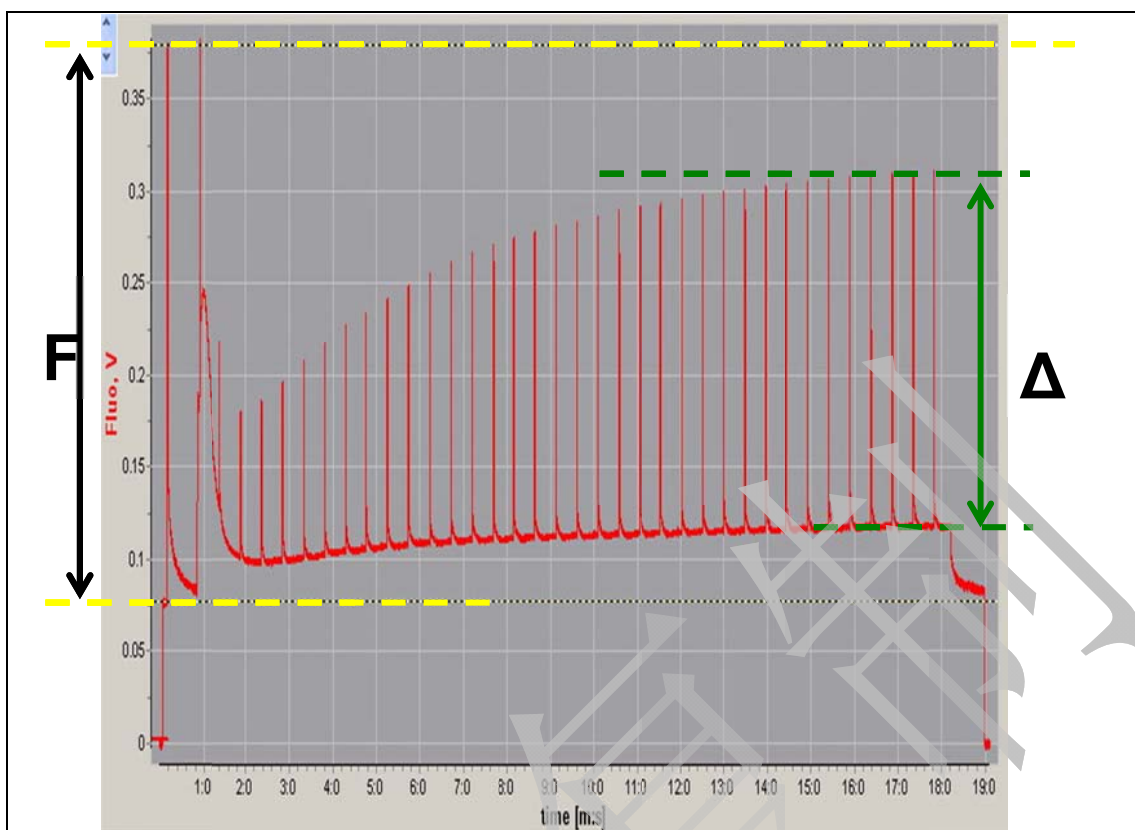

图2 荧光诱导曲线（光化光选择依据）
- (1). 打开主机和电源开关(在测定之前,需充满电或确保连接在通电的插座上)。
- (2). 电脑上双击运行 ImagingWinGige.exe, 选择探头 MAXI--
- (3). 将被测材料放置好。
- (4). 勾选 ML, 勾选 Measure, 等待 5~10s 后 Image 会完整显示材料的实时荧光图像。
- (5). 添加兴趣点 (在窗口右侧的 AOI 区域, 先单击 Add, 然后在叶片相应区域单击选定) 可添加多个兴趣点, 也可点击 Reset 全部清空, 或 Delete 删除特定的兴趣点。选择区域之后, 旁边会显示该测量区域的序号及荧光值, 同时按“shift 和+”可以放大 AOI 区域, 单独按“-”可以缩小 AOI 区域, 或者直接使用小键盘的“+”和“-”来调节 AOI 区域的大小。
- (6). ★选择窗口上部 Setting 选项卡, 进行基本设置。通常设置 Meas. Light (测量光) 和 Act. Light (光化光) 即可【设置 Meas. Light 的 intense 和 gain, 经验值:ML 的 int: 2~4 ; gain:2, 使 AOI 区域 (即目标区域旁边显示的红色数值) 的荧光值在 0.1~0.2 之间。 Act Light 可根据需要设置光化光的强度 (注意: 荧光诱导曲线达到稳态后, ΔF 在 F_v 的 1/3~2/3 之间时的光化光强度比较合适, 见图 2), 数字对应的光强在 AL-List 菜单中查看, 一般选用植物生长环境的光强。Act. Light 的 int 值一般在 5~9 (仅供参考), 降低 int 值, 可以提高曲线峰度, 反之则降低。